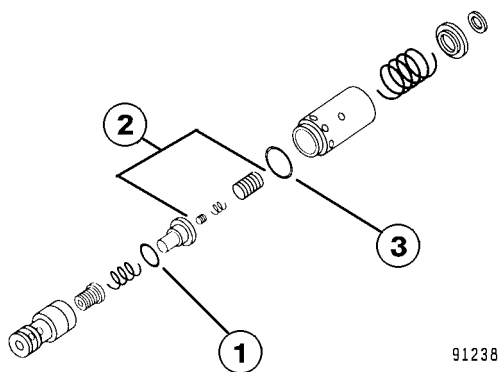

FIGURA 6-4. CONJUNTO DE LA VÁLVULA DE IMPACTO Y SUCCIÓN
NOTA: La válvula del amplificador de flujo está equipada con dos válvulas idénticas de impacto y succión a las que se realiza mantenimiento como válvulas completas. Solo se pueden reemplazar O-rings (7, Figura 6-4) y (8). Se realiza mantenimiento a la válvula de retención (34) y la válvula de contrapeso (39) como juntos.